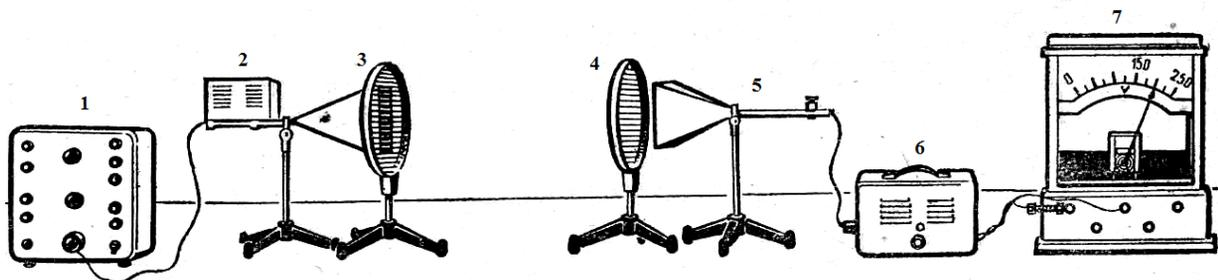

Рис. 4.
Опыт 1. Рассмотрим действие поляризатора и анализатора на опыте. Соберем установку (рис. 4), состоящую из выпрямителя (1), генератора с рупорной антенной (2), поляризатора (3), анализатора (4), приемника с рупорной антенной (5), усилителя НЧ (6) и демонстрационного вольтметра (7) (рис. 4).